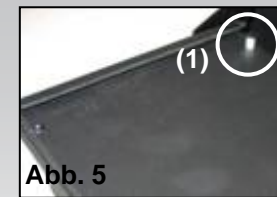
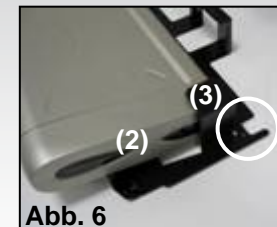

Abb. 5
Abb. 6
- 1) Öffnen Sie Ihre DataBox Allround XL und deren Druckerklappe. Auf der hinteren Druckerklappe sind beidseitig zwei Halterungen fixiert (Abb. 5 (1)). Diese dienen zur Befestigung der „QuickFix“ Halterung.
- 2) Der Drucker muß zuerst in die „QuickFix“-Halterung eingeschoben werden (Abb.6 (2)). Hierbei muß darauf geachtet werden, daß der Drucker in der Halterung fest platziert ist. Danach wird die Halterung mitsamt dem Drucker auf der Druckerklappe mit den Halterungen (Abb. 5 (1)) zusammengeführt. Dabei müssen die Auskerbungen der „QuickFix“-Halterung (Abb. 6 (3)) in die Halterungen auf der Druckerklappe bis zum Anschlag eingeschoben werden!
Positionieren Sie das Notebook immer in das mittlere Fach der DataBox Allround XL zwischen den Trennwänden (Abb. 6 (1)), Frontseite nach unten, damit die Rückseite (Anschlußpanele) nach oben schaut, sonst werden die Kabel und Stecker beschädigt.
Ein entfernbarer Deckel (Abb. 6 (2)) schließt den Stauraum für Ihre Netzteile und schützt sie innerhalb der DataBox Allround XL. Setzen Sie die Netzteile, die zu Ihrem Drucker und Notebook gehören, in diesen Stauraum. Führen Sie die Anschlußkabel durch die Schlitze auf der linken und rechten Seite des Deckels (Abb. 6 (3)) von den Netzteilen zu dem Notebook und dem Drucker. Schließen Sie den Stauraum, indem Sie den Deckel wieder drauflegen. Schließen Sie die Stecker der Netzteile an zwei von den drei vorhandenen Kabeln innerhalb der DataBox Allround XL. (Das dritte Kabel wird nicht verwendet)